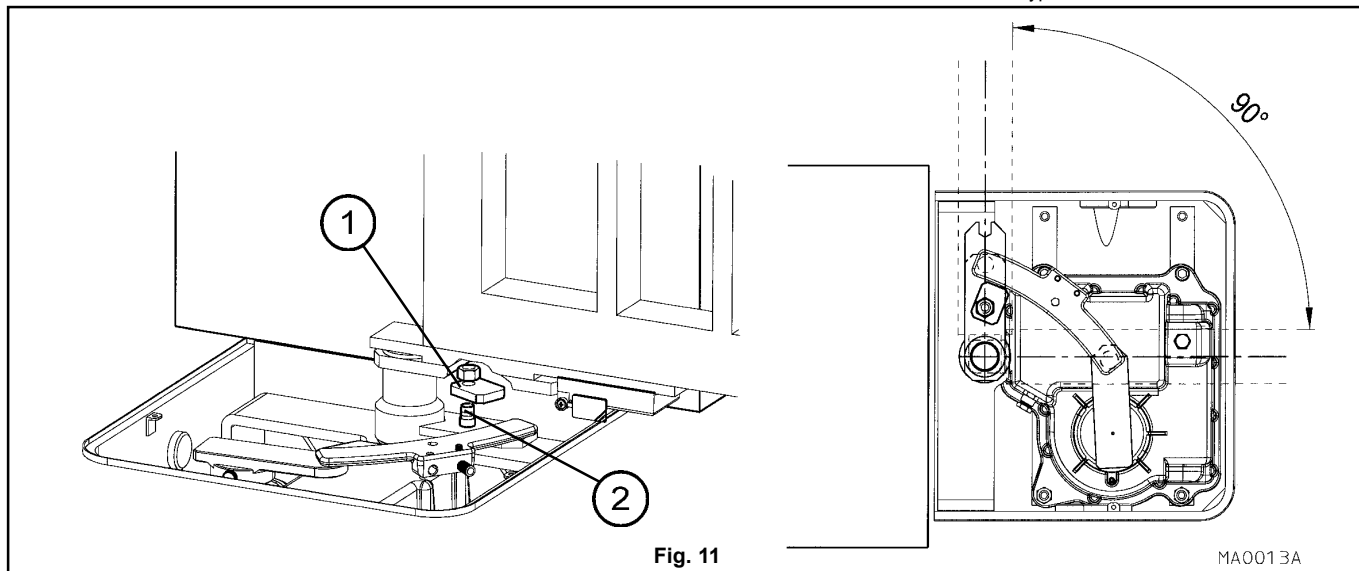

Fig. 11
- Introduire le verrou interne (1 fig. 11) sur l'axe fileté (2 fig. 11) de l'ensemble de leviers orienté comme indiqué à la fig. 11 et le fixer à l'aide de l'écrou mis à disposition.
- Introduzca la placa de retención interna (1 fig. 11) sobre el perno roscado (2 fig. 11) del grupo de palancas, orientada tal como se indica en la fig. 11 y fíjela con la tuerca que se entrega con el equipamiento de base.
- Założyć płytkę wewnętrznego ogranicznika (1 rys. 11) na gwintowany kołek (2 rys. 11) zespołu dźwigni, obracając ją tak, jak pokazano na rys. 11, a następnie zamocować ją za pomocą nakrętki na wyposażeniu.